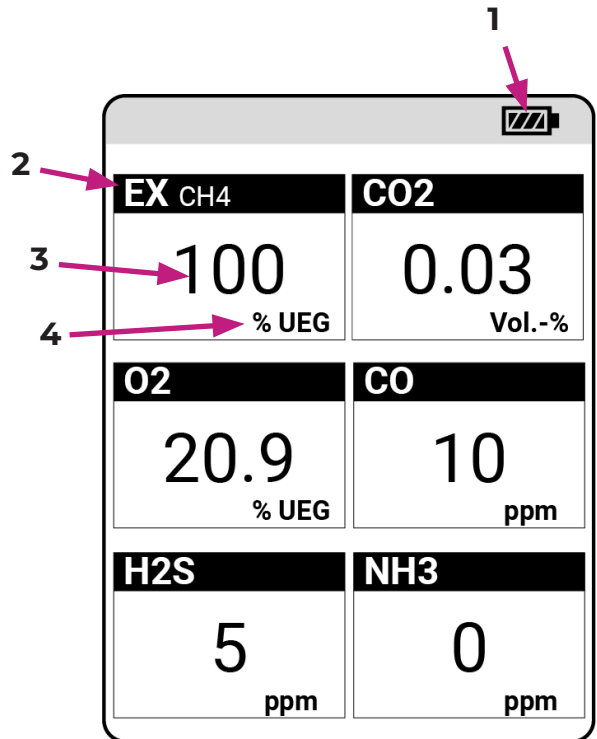

Abb. 3 - HTP Display im Gas-Modus
- Um das Menü zu verlassen, drücken Sie die On/Off-Taste (Abb. 2, Pos. 1), bis Sie wieder in der Messanzeige sind (Abb.3).